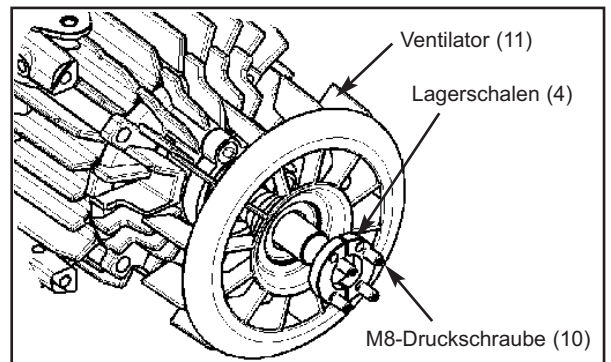

Abb. 28
6. Die Ventilatoren (11) und die Lagerschalen (4) mit den M8-Druckschrauben (10) befestigen. Mit Loctite® * 243 einschmieren. Die Druckschrauben mit einer Spannkraft von 10 Nm festziehen ; siehe Abb. 28.